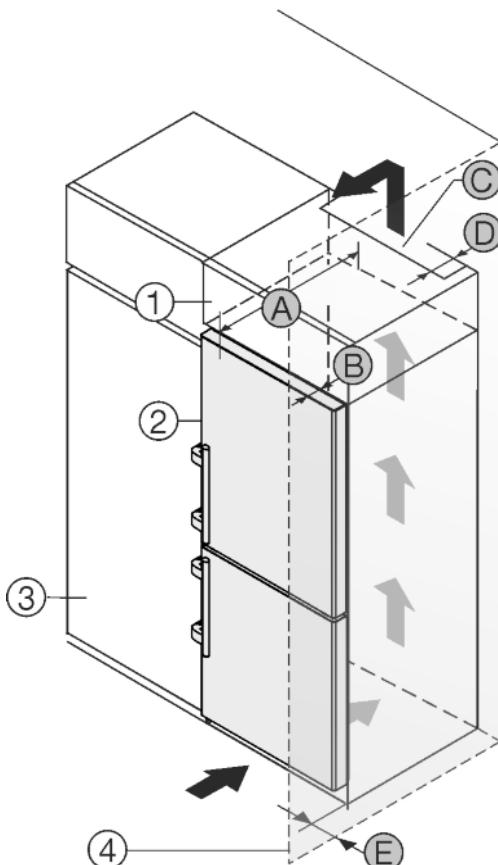

Fig. 50
Přístroj lze zabudovat do kuchyňských skříní. K vyrovnání přístroje Fig. 50 (2) na výšku kuchyňské linky lze na přístroj nasadit nástavec Fig. 50 (1).
Přístroj lze instalovat přímo vedle kuchyňské skříňky Fig. 50 (3). Aby bylo možné dvírka plně otevřít, musí přístroj přesahovat o hloubku Fig. 50 (B) vůči přední linii kuchyňské skříňky. V závislosti na hloubce kuchyňských linek a použití vymezovačů odstupu od stěny může přístroj vyčnívat dále.
- Na zadní straně nástavné skříňky musí být větrací šachta hluboká Fig. 50 (D) přes celou šířku nástavné skříňky.
- Pod stropem místnosti musí být dodržen ventilační průřez Fig. 50 (C).
Pokud je přístroj se závesy instalován vedle stěny Fig. 50 (4), musí být dodržena vzdálenost Fig. 50 (E) mezi přístrojem a stěnou. To odpovídá přesahu madla při otevřených dveřích.